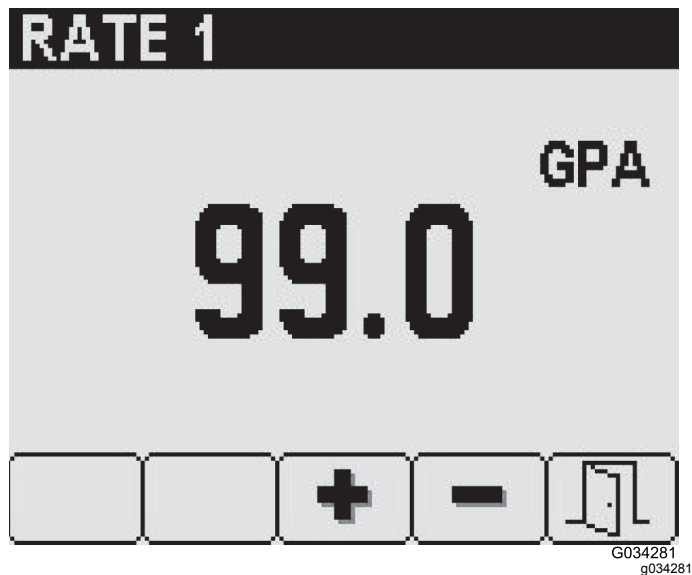

Bild 18
3. Stellen Sie auf dem Bildschirm für die ausgewählte Dosierung mit den Tasten 3 und 4 die gewünschte Dosierung ein (Bild 18).